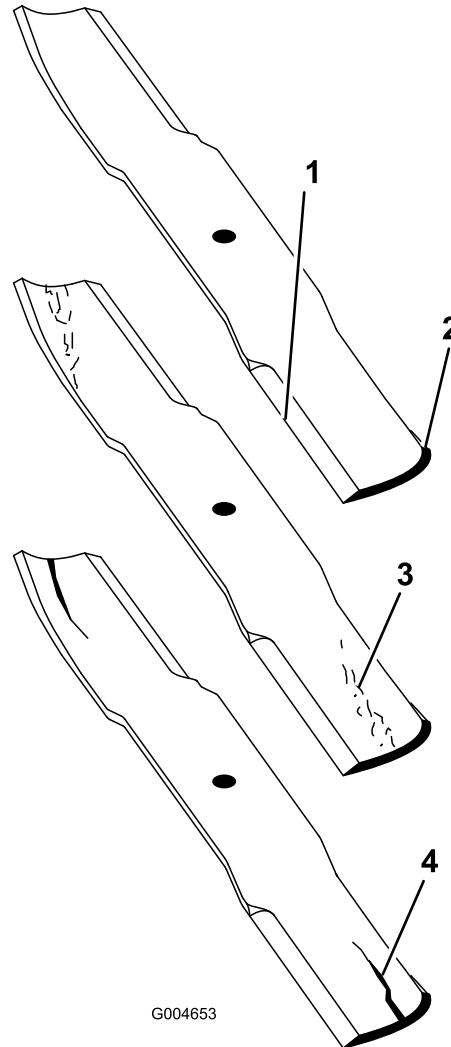

Figure 71
1. Examinez le tranchant des lames (Figure 71). Si les lames coupent mal ou présentent des indentations, déposez-les et aiguisez-les; voir Aiguisez des lames.
2. Inspectez les lames, surtout la partie relevée (Figure 71). Remplacez immédiatement toute lame endommagée, usée ou qui présente une entaille (Figure 71).